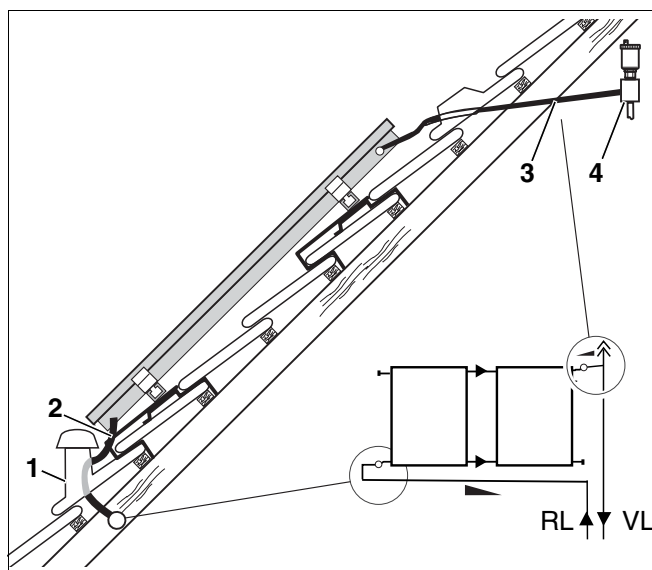

Fig. 44 Posición del acumulador de aire con purgador
- ▶ Conecte a la tubería de alimentación (fig. 44, **pos. 3**) en la parte más elevada de la instalación el acumulador de aire (fig. 44, **pos. 4**) con purgador utilizando la boquilla portatubo adjunta.